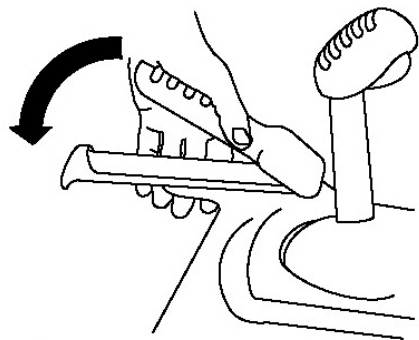

Рисунок 14.
3. Лево́й рукой прижмите рычаг хода к рукоятке (Рис. 14).
6. Лево́й рукой прижмите рычаг хода к рукоятке (Рис. 14).